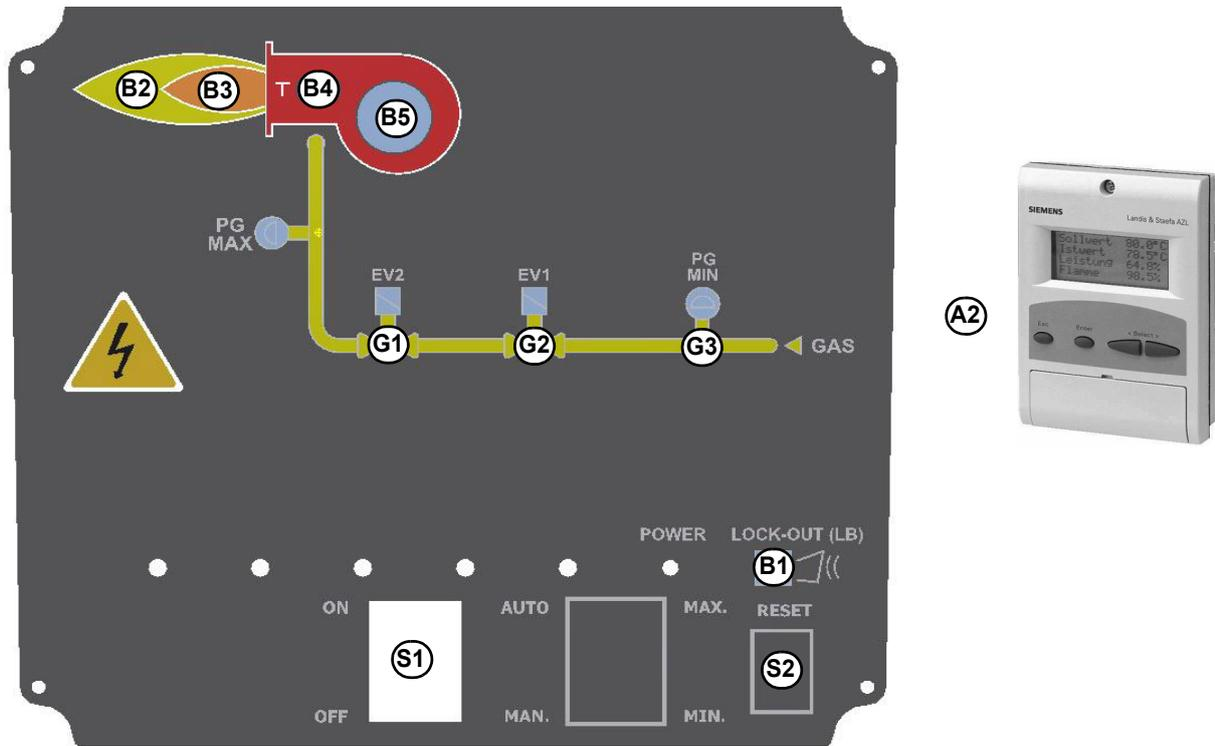

Abb. 1
- 1 Svitare la vite come indicato in Fig. 1